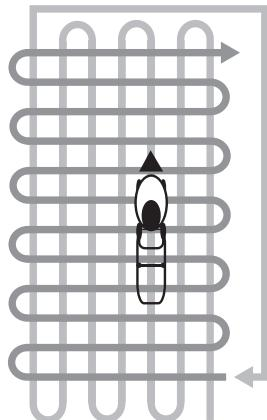

Рис. 16 Схема кошения высокой и/или загущенной травы
- При работе в тяжелых условиях (п. 3,4) рекомендуется двигаться медленнее или проводить повторный покос с меньшей высотой скашивания. На Рис. 16 представлена схема движения газонокосилки при скашивании высокой и/или загущенной травы.